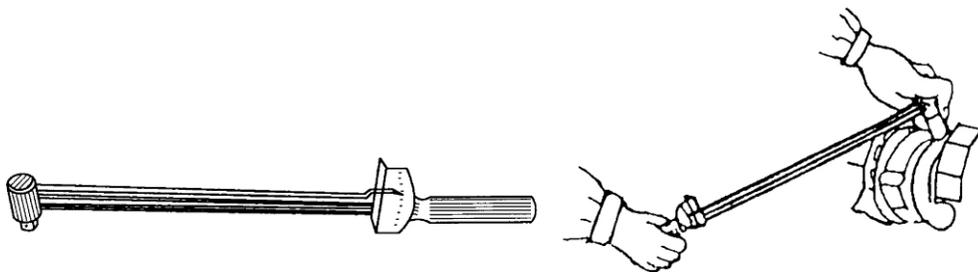

图 1-7 扭力扳手及使用
(5) 扭力扳手。扭力扳手是一种可读出所施扭矩大小的专用工具,如图 1-7 所示。其规格是以最大可测扭矩来划分的,常用的有 294 N·m、490 N·m 两种。扭力扳手除用来控制螺纹件旋紧力矩外,还可以用来测量旋转件的起动转矩,以检查配合、装配情况。